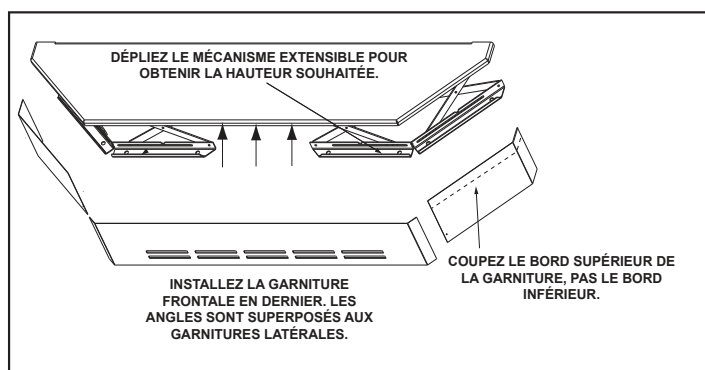

Figure 21.2
2. Dépliez les mécanismes extensibles à la hauteur souhaitée. Utilisez un tournevis à tête cruciforme et serrez les vis pour bloquer les mécanismes en place. **Figure 21.2.**
3. Mesurez les garnitures frontales et latérales de façon à ce qu'elles soient suffisamment hautes pour recouvrir les mécanismes extensibles et faites une marque au crayon avant de les couper. Coupez la garniture en trop sur le bord supérieur, pas le bord inférieur. Le bord est tranchant. Portez des gants pour éviter de vous blesser. **Figure 21.2.**